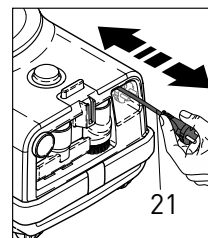

Figure 2
AVANT D'UTILISER VOTRE AIRBELT D – Figures 2, 3, et 4
Utilisateurs du D4 Premium - Figures 2, 3 et 4
1. Saisissez la prise et tirez le câble d'alimentation (21) hors de son logement (figure 2). Déroulez le câble de l'enrouleur sur au moins deux tiers de sa longueur soit environ 7,5 mètres. Ne tirez pas trop sur le câble. **NE BRANCHEZ PAS LE CÂBLE AVANT L'ÉTAPE 3 CI-DESSOUS.**
Utilisateurs du D1 Turbo - Figures 2 et 4